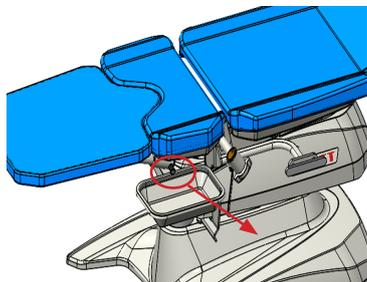
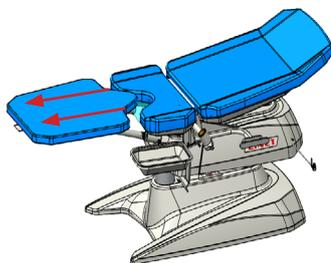

Fig. 4 Estrazione del perno di bloccaggio
Fig. 5 Estrazione dell'estensione della superficie paziente
- 2) Tirare il perno di bloccaggio con una mano (Fig. 4) mentre contemporaneamente si allontana l'estensione della superficie paziente dalla sedia con l'altra mano (Fig. 5)